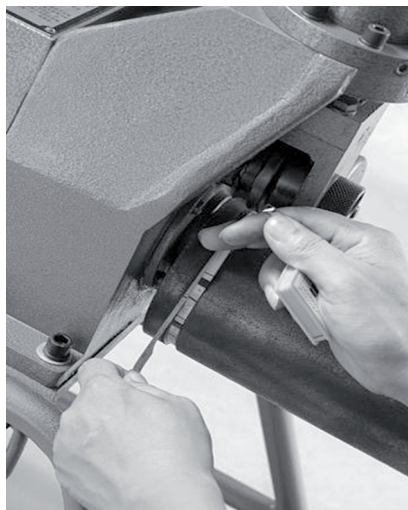

Figura 11
11. Verifique a profundidade da ranhura utilizando a trena personalizada (**Figura 11**). Caso a porca superior já esteja regulada com a profundidade correta, volte para o passo 9 e dê mais uma volta completa antes de verificar com a trena novamente. É comum repetir o procedimento algumas vezes até que a medida esteja 100% adequada a dimensão do tubo.